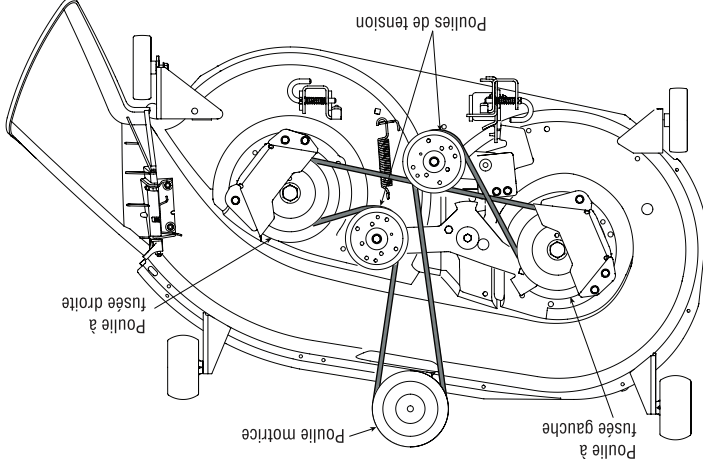

Figure 6-7
- Installez les courroies neuves comme sur les Figures 6-7, 6-8 et 6-9 et serrez la boulonnerie des poulies de tension.